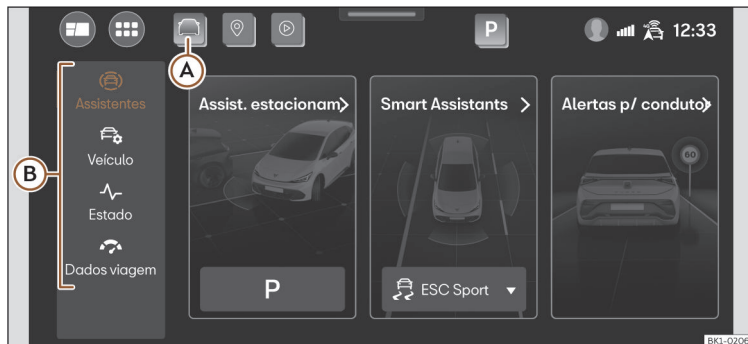

Fig. 12 Representação esquemática: Assistentes e ajustes do veículo.
Pressionando >>> **Fig. 12** (A), ou, no menu principal, **Ajustes do veículo**, abre-se o menu dos assistentes e ajustes do veículo. Em seguida, pressionando um dos menus situados na zona esquerda (B), no ecrã mostra-se o menu de ajustes ou de assistentes selecionado.